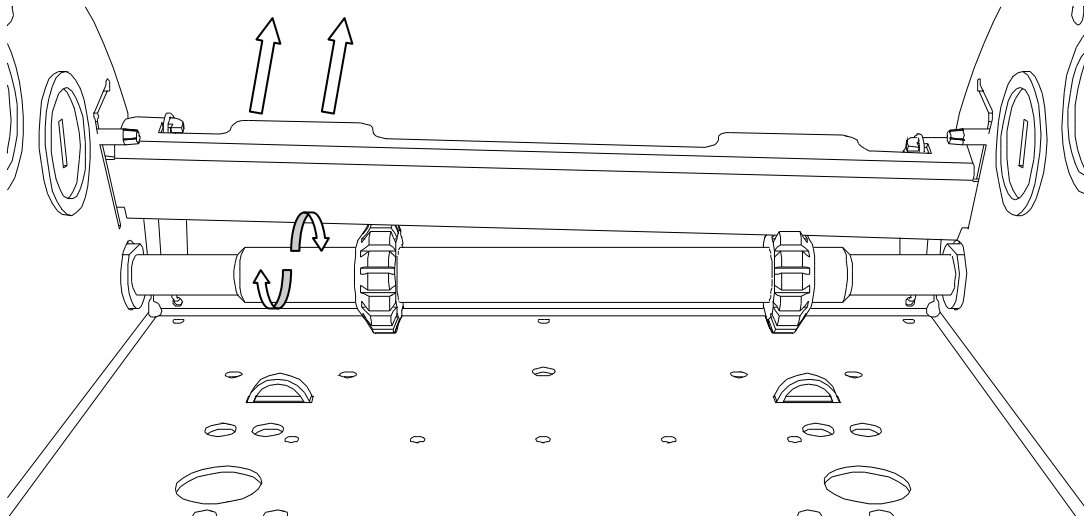

Figure 12 Réglage des cames d'interrupteurs de fin de course
3. Soulevez la plaque de retenue des cames du côté de la came *Position Ouverte* et tournez la came *Position Ouverte* (Figure 12).